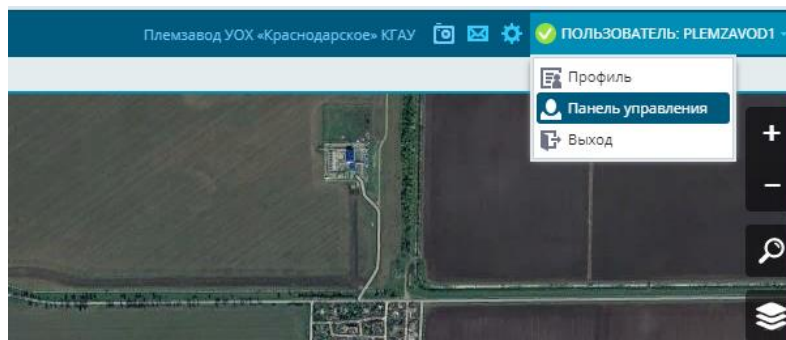

Рисунок 2.16 – Выбор панели управления
3. Для начала работы можно, открыв панель управления (рисунок 2.16), просмотреть информацию о клиенте, пользователях, объектах, ретрансляторах, просмотреть или заполнить справочники, если это не было сделано ранее администратором, а также импортировать или экспортировать данные справочников.